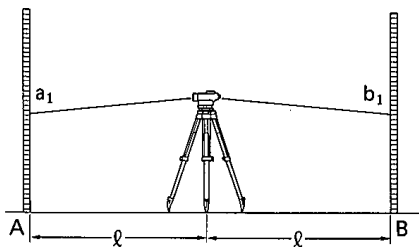

図 7.5
1) 30～50m離れたA・Bの中央で $a_1 \cdot b_1$ を読みとります。(図7.5)